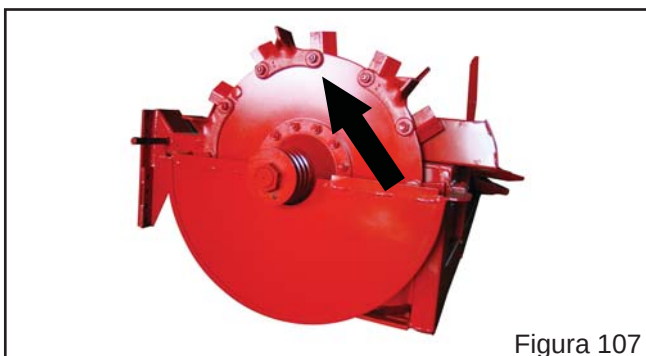

Figura 107
- Efetue o procedimento de desmontagem conforme item "a" até o item "e", citados no item 10.8;
- Solte o parafuso (Figura 107) da palheta do rotor, efetuando uma operação de cada vez. Retire uma palheta e substitua por uma palheta nova, fixando os parafusos novamente;
- Depois de substituído as palhetas do rotor picador, para efetuar a montagem dos conjuntos proceda no sentido inverso citado no item "a" até o item "e" do item 10.8.